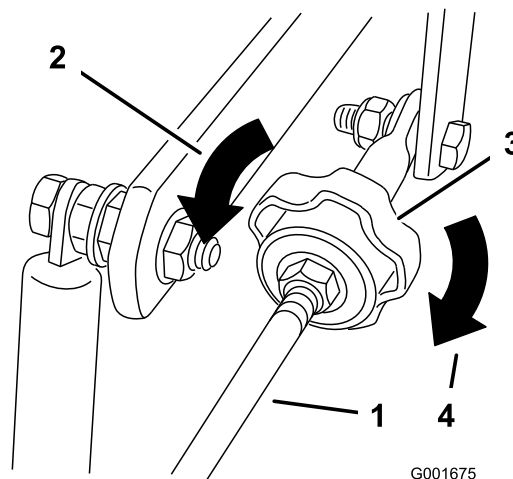

Figure 43
4. Pour que la machine tire à droite, tournez le bouton vers la droite de la machine (voir Figure 43).
5. Pour que la machine tire à gauche, tournez le bouton vers la gauche de la machine (voir Figure 43).